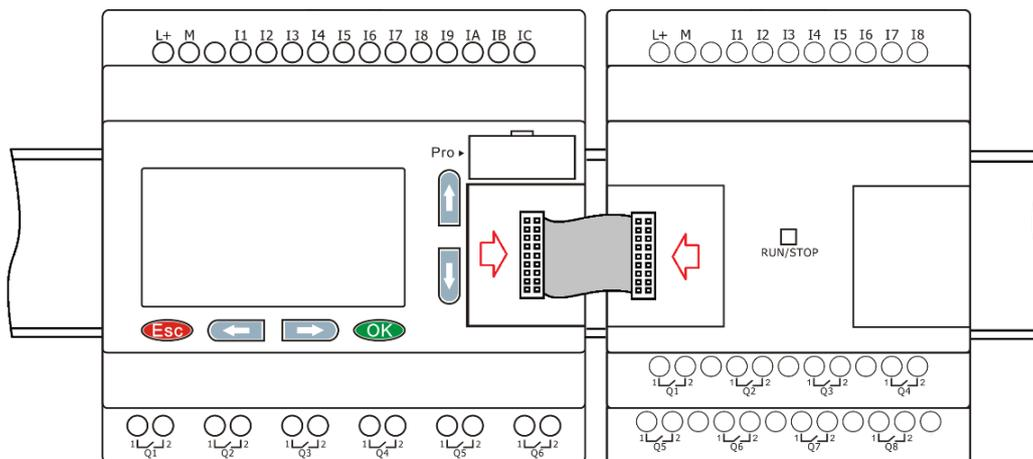

Рисунок 2.26 - Монтаж на DIN-рейку
3. Аналогичным образом закрепите модули расширения справа от модуля ЦПУ и соедините модули при помощи шлейфовой перемычки. Для доступа к соединительным разъемам необходимо открыть пластиковые защитные крышки на соединяемых модулях (рисунок 2.26).